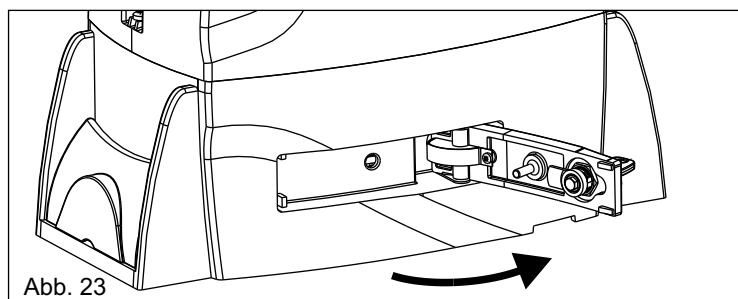

Abb. 23
- Den Entriegelungshebel bis zum Anschlag ziehen, ca. 90° (Abb. 23).